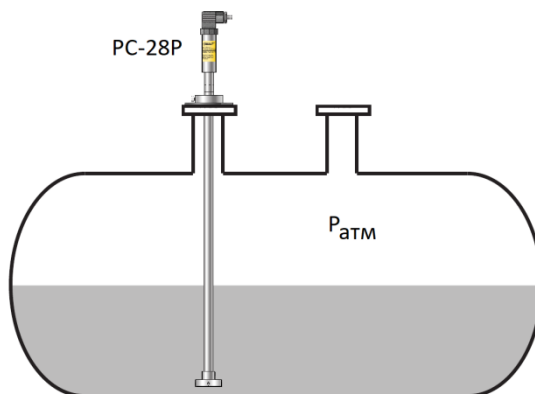

Рисунок 9 – Схема установки преобразователя РС-28Р
2.2.16 Гидростатический уровнемер РС-28Р устанавливается строго вертикально: либо на ответный фланец, закрепленный на емкости (при наличии монтажного фланца на самом преобразователе) либо опускается в резервуар и крепится к вспомогательной конструкции таким образом, чтобы нижняя измерительная часть была выше уровня возможного осадка в емкости на 5-10 см (рисунок 9).
2.2.32 Для электрического присоединения преобразователя с исполнением корпуса PZ (рисунок 9) необходимо: